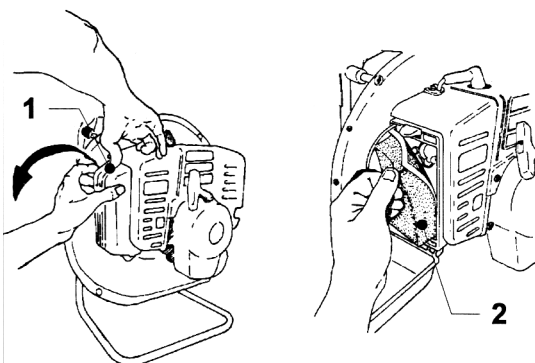

Figura 12 - Filtrul din burete cu material textil
1. Pentru a ajunge la filtru, apăsați butonul de prindere (Figura 12 poziția 1) pe capacul filtrului și răsuciți capacul în direcția indicată de săgeată pentru a-l deschide.
2. Îndepărtați filtrul din burete și material textil (Figura 12 poziția 2) și curățați-l.
3. Puneți filtrul înapoi și închideți capacul pe care se află butonul de prindere (Figura 12 poziția 2).